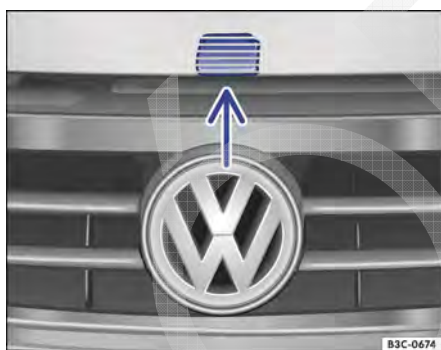

Fig. 225 Acima da grade do radiador: alavanca de abertura da tampa de compartimento do motor
- Levantar a tampa do compartimento do motor pela alavanca de abertura → Fig. 225 (seta) e abrir totalmente. A tampa do compartimento do motor é suportada pelo mecanismo de abertura.